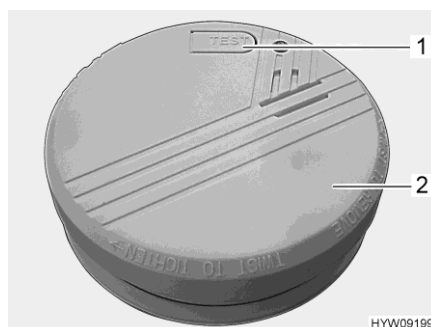

Fig. 54 Détecteur de fumées
- Appuyer sur la touche de contrôle (Fig. 54,1) sur le détecteur de fumées (Fig. 54,2) jusqu'à ce que le signal d'alarme retentisse. Le signal d'alarme s'arrête dès que la touche de contrôle est relâchée.